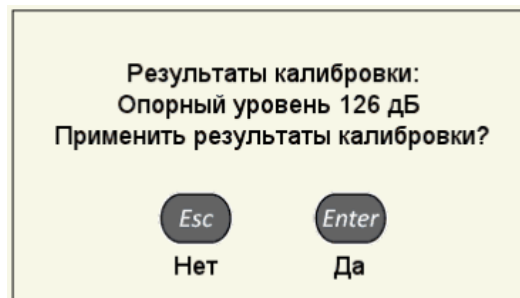

Рисунок 44
– нажать клавишу **Enter**. Откроется подтверждающее окно (рисунок 44).